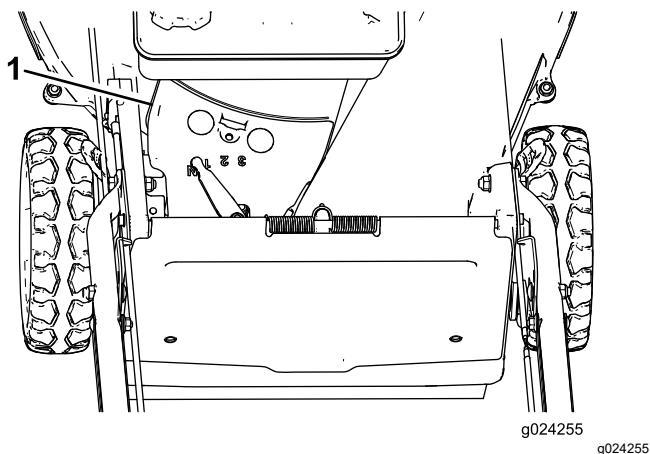

Рисунок 31
3. Снимите крышку ремня (Рисунок 31) с корпуса газонокосилки.